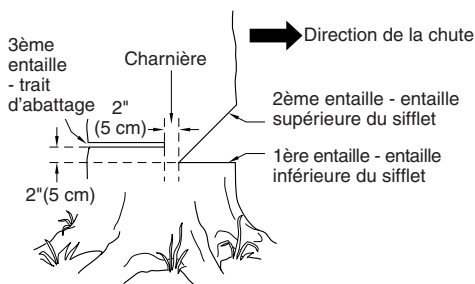

Figure 12 - Abattage d'un arbre
Un sifflet d'abattage correctement placé permet de déterminer la direction de la chute de l'arbre. Placer le sifflet d'abattage du côté de l'arbre où l'on veut qu'il tombe. (Voir la Figure 12, page 51.) Procéder de la façon suivante pour faire le sifflet.
- Faire l'entaille inférieure aussi près du sol que possible. Tenir la tronçonneuse de manière à ce que la guide-chaîne soit horizontale. Tailler sur 1/3 du diamètre du tronc d'arbre. (Voir la Figure 12, page 51.)
Exemple : Si l'entaille inférieure a 20 cm (8 po) de profondeur, commencer l'entaille supérieure à 20 cm au-dessus de cette dernière. Scier vers le bas à un angle de 45°. L'entaille supérieure doit rencontrer l'extrémité de l'entaille inférieure. (Voir la Figure 12.)
1. De l'autre côté de l'arbre, faire le trait d'abattage à 5 cm (2 po) au-dessus de l'entaille inférieure du sifflet. (Voir la Figure 12.) Faire le trait parallèle à l'entaille inférieure.
⚠ AVERTISSEMENT : Ne pas scier l'arbre complètement. Laisser environ 5 cm (2 po) de bois non scié directement derrière le sifflet d'abattage. (Voir la Figure 12.) Cette partie non sciée sert de charnière. La charnière empêche l'arbre de se tordre et de tomber dans la mauvaise direction.